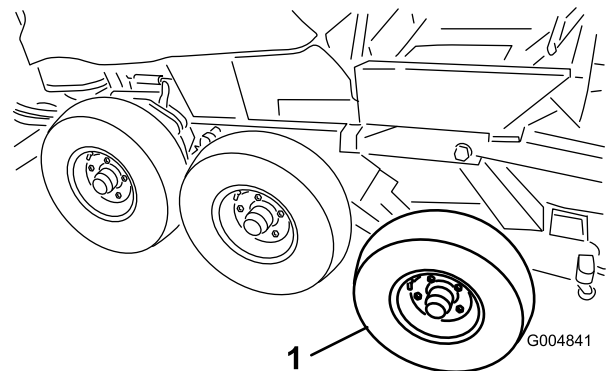

Figura 52
20. Retire los neumáticos delantero y central del conjunto de invierno (Figura 52).